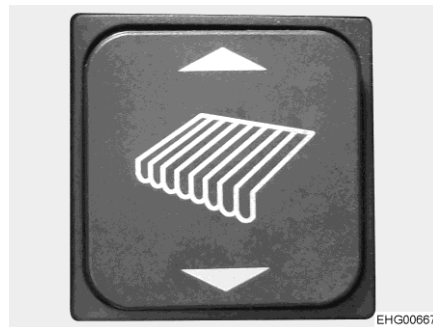

Bild 48 Wippschalter Markise (Eingangsbereich)
- Auf das untere Dreieck am Wippschalter (Bild 48) drücken, bis die Markise die gewünschte Position erreicht hat.
- Markise bis auf ca. 1 m einfahren. Dazu auf das obere Dreieck am Wippschalter (Bild 48) drücken.